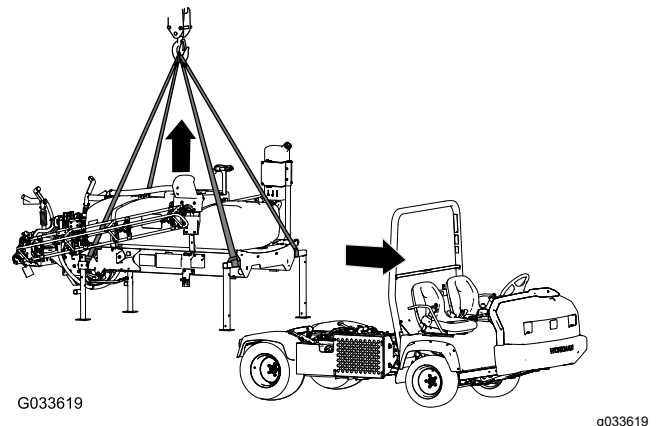

Figura 102
1. Baixe as rampas para aproximadamente 45° e, em seguida, incline-as para a frente (Figura 102).
5. Ligue o equipamento de elevação aos tubos horizontais dos macacos frontais e o poste vertical aos macacos traseiros (Figura 102).
7. Eleve o patim do depósito da máquina o suficiente para afastar o patim da máquina (Figura 102).